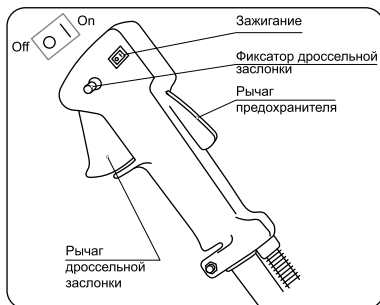

рис. 10
5. Переведите выключатель зажигания, расположенный на рукоятке управления, в положение ON/1. Нажав рычаг предохранителя, нажмите рычаг дроссельной заслонки (рычаг газа) и зафиксируйте его в нажатом состоянии с помощью фиксатора (рис. 10).
1. Включите зажигание выключателем, расположенным на управляющей рукоятке (рис. 10).
2. Нажав рычаг предохранителя, нажмите рычаг дроссельной заслонки (рычаг газа) и зафиксируйте его в нажатом состоянии с помощью фиксатора (рис. 10).